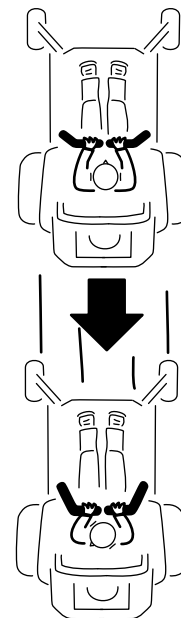

Figura 28
2. Para ir hacia atrás, tire lentamente de las palancas de control de movimiento hacia atrás (Figura 28).